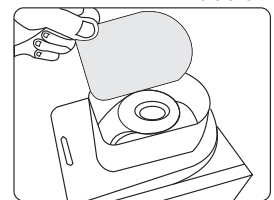
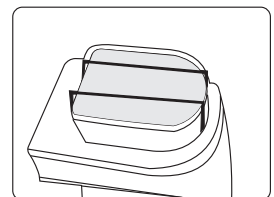

Fig. 1
Fig. 2
- B. Remova a unidade principal e vire-a, coloque o filtro sobre a resistência (Fig. 1) e use o clip de metal fornecido para fixá-lo (Fig. 2). Recoloque a unidade principal em sua posição original.